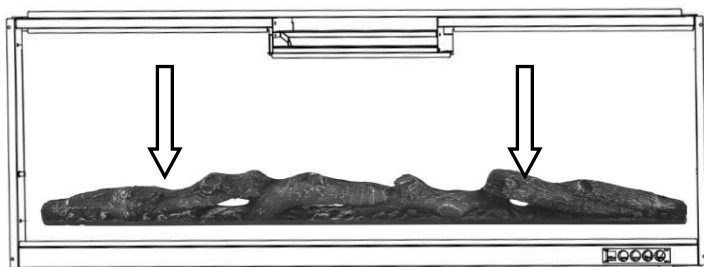

Fig 6-1. (Conjunto de registo)
- B. Retirar o conjunto de troncos (**G**) da embalagem, colocá-lo na lareira do local concebido. **Fig 6-1.**